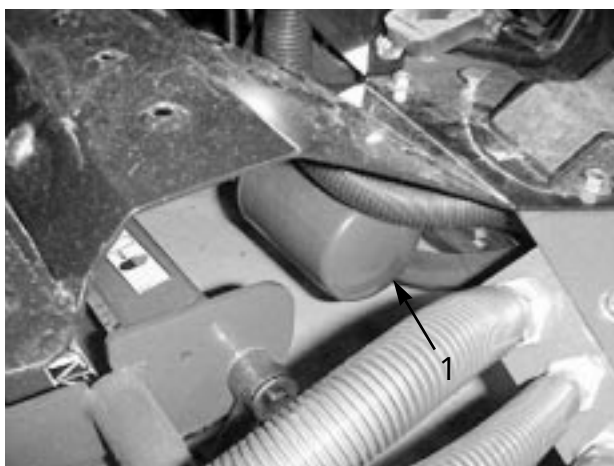

図 51
3. フィルタ (図 51) の取り付け部周辺をきれいにふき、下に廃油受けを用意し、フィルタハウジングからフィルタを外す。フィルタレンチはボトムタイプのもを使用する。廃油は適切な方法で処理する。